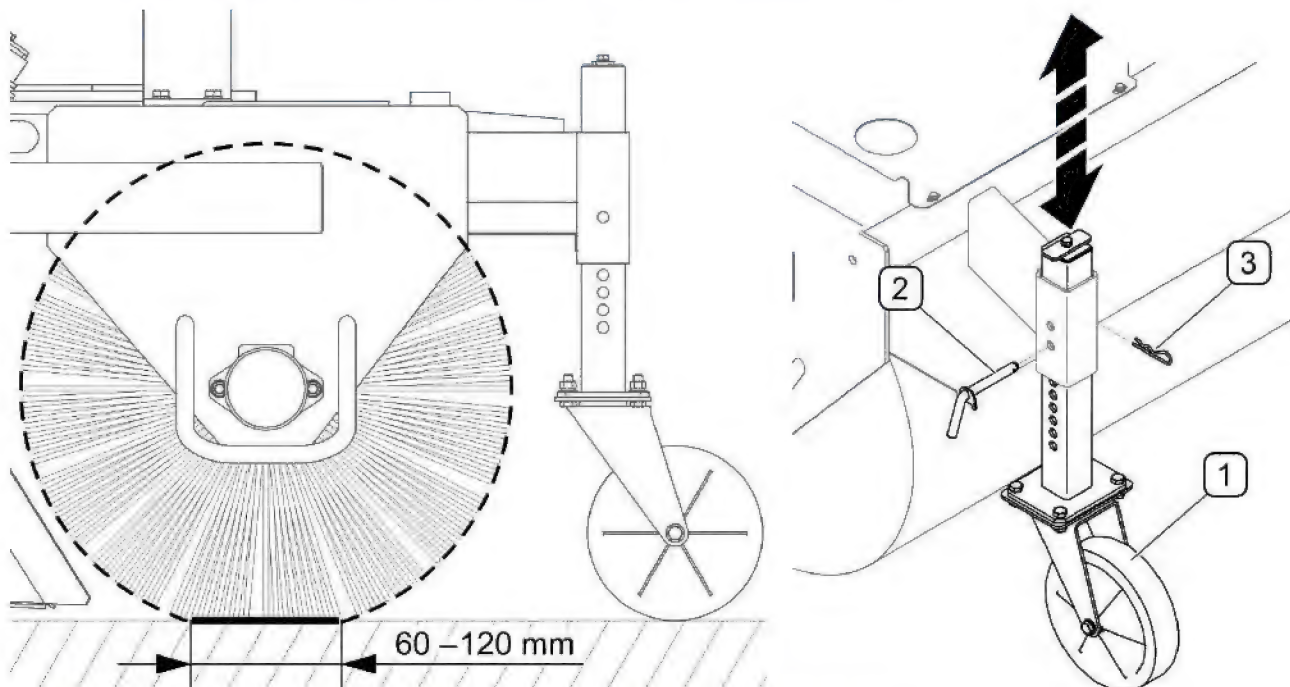
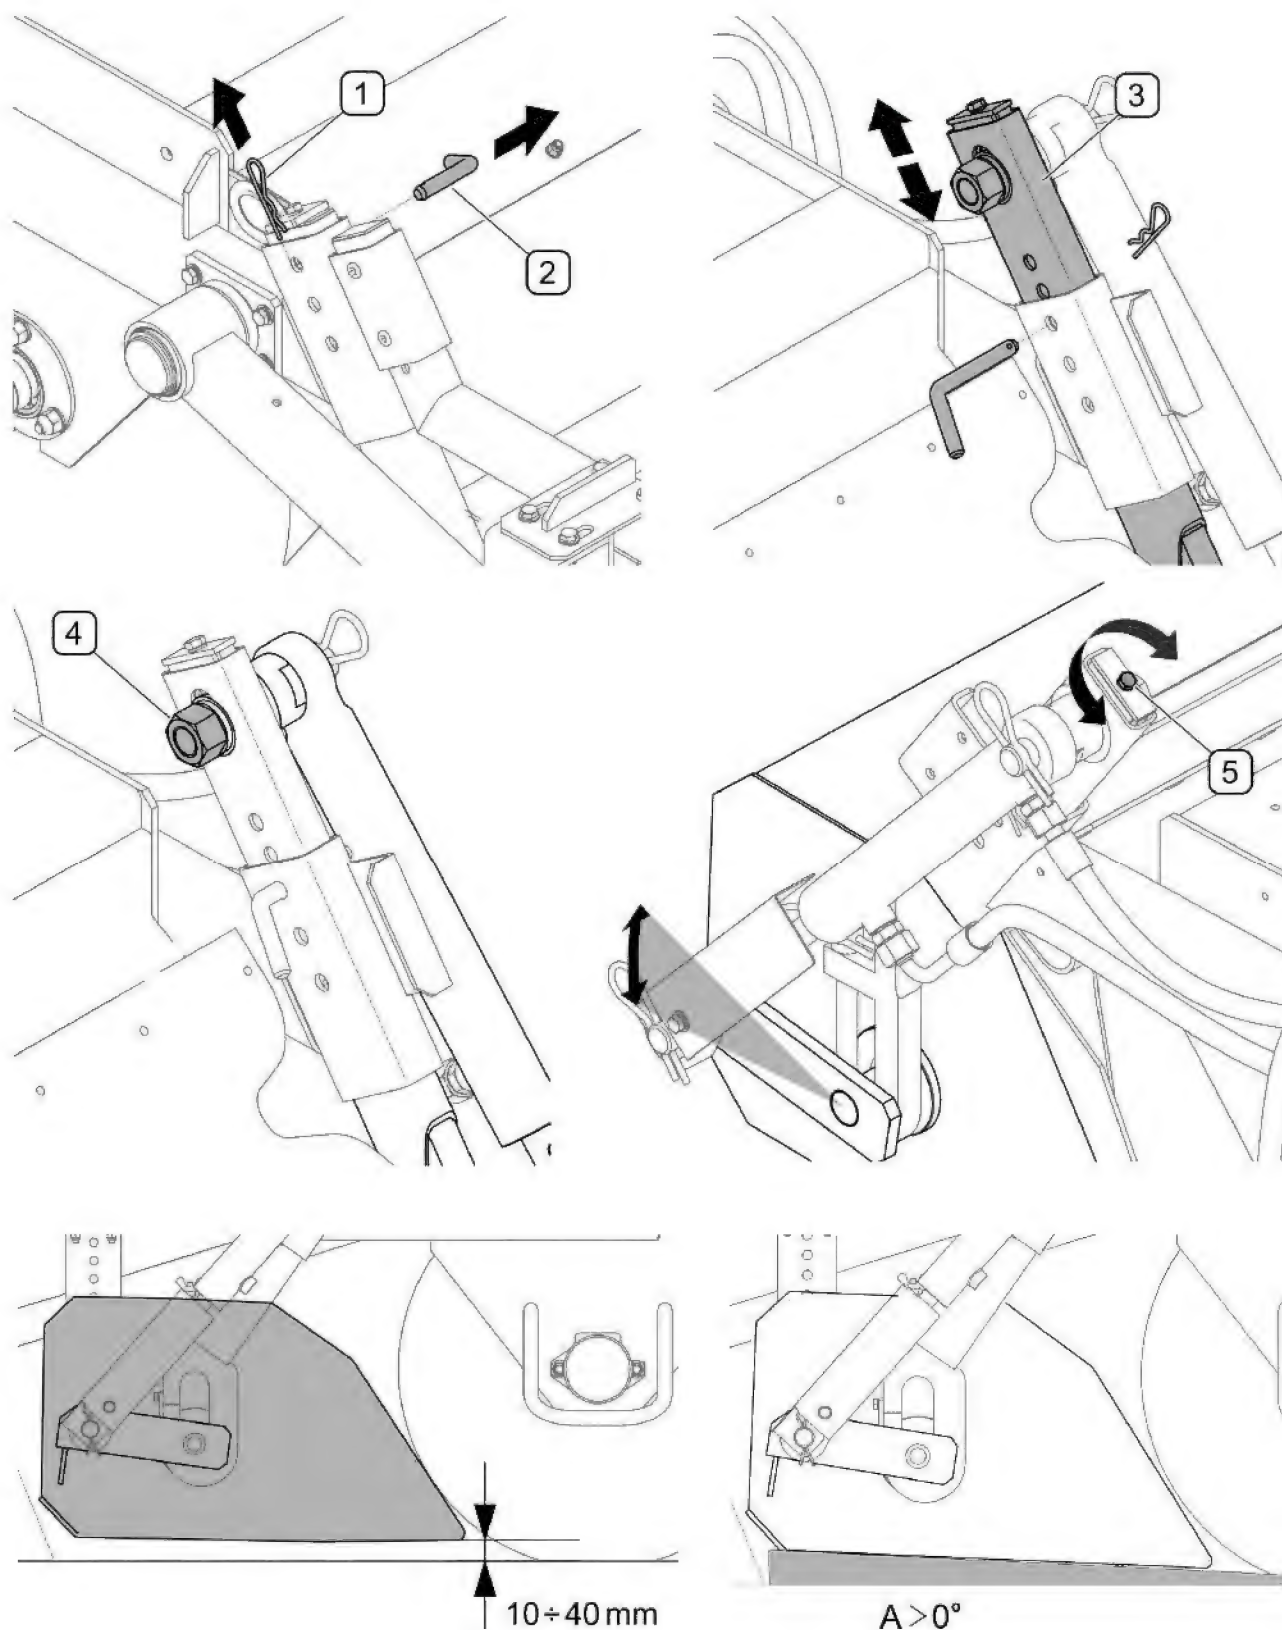

FIGURE 5.1A Réglage de la pression du rouleau balayeur
FIGURE 5.2A Réglage du bac des déchets
Le rouleau balayeur doit être réglé en fonction de son usure. La surface de pression du rouleau au sol doit être comprise entre 60 à 120 mm (FIGURE 5.1A). En plus, la pression peut être réglée cas par cas en fonction du degré de la pollution du sol.
Le réglage de la pression se fait par le réglage de la position des roues porteuses(1) dans leur guidages (FIGURE 5.1A) de la façon suivante:
- enlever la goupille fendue (3) et l'épinglette (2);
- Lever ou abaisser la roue (3) dans le guidage de façon à aligner les trous.
- mettre l'épinglette (2) dans le trou correspondant et protéger avec la goupille fendue(3)
Le réglage du bac des déchets (FIGURE 5.2A) est à effectuer après le réglage de la pression du rouleau balayeur (FIGURE 5.1A) et après le réglage de l'angle d'inclinaison du bac. Effectuer le réglage de la hauteur du bac des déchets de manière suivante: